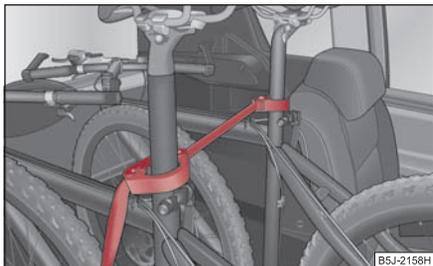

Fig. 93 Fijación de la bicicleta mediante abrazaderas
- Colocar la abrazadera con la pieza de goma delante (en sentido de marcha), lo más abajo posible, en el tubo de sillín y cerrar la abrazadera ⇒ fig. 93.
- Para transportar dos bicicletas ha de tensarse la cuerda ⇒ fig. 93 entre los tubos de sillín.